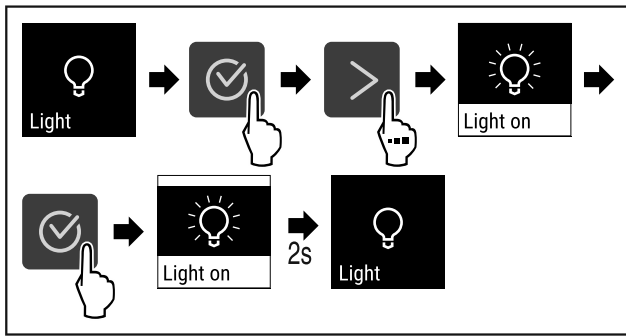

Fig. 65
- ▶ Végezze el a gyakorlati lépéseket (lásd Fig. 65) .